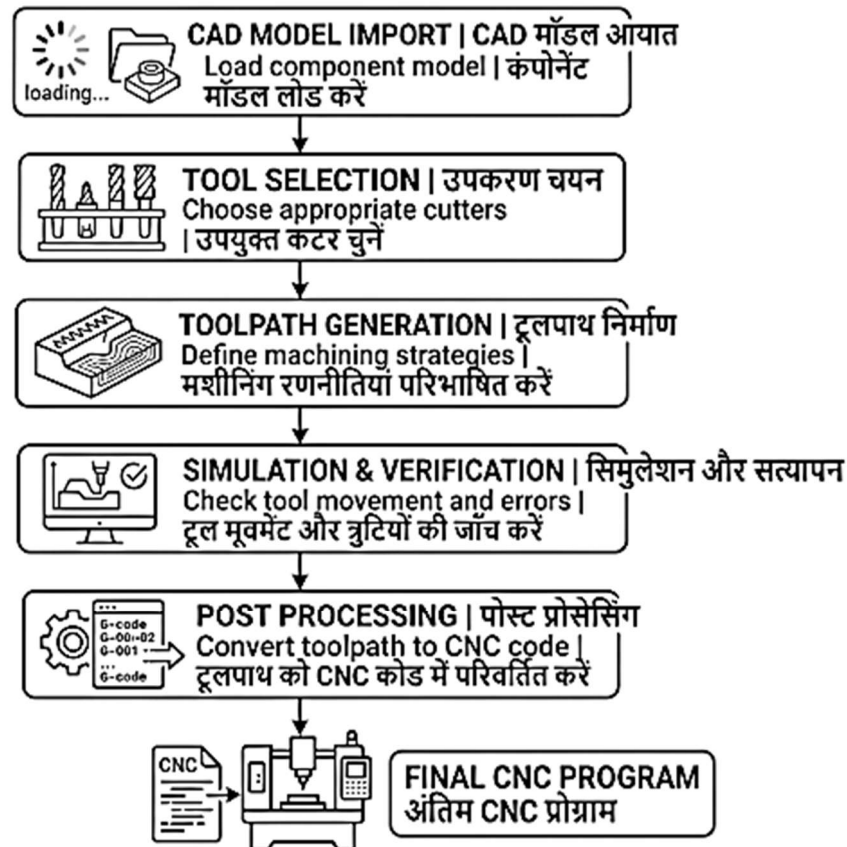

Fig. 12.4: CAM Workflow from Digital Design to CNC Program | डिजिटल डिज़ाइन से CNC प्रोग्राम तक CAM कार्यप्रवाह
12.4.1 Definition of CAM Workflow (Fig. 12.4)
12.4.1 CAM कार्यप्रवाह की परिभाषा (Fig. 12.4)